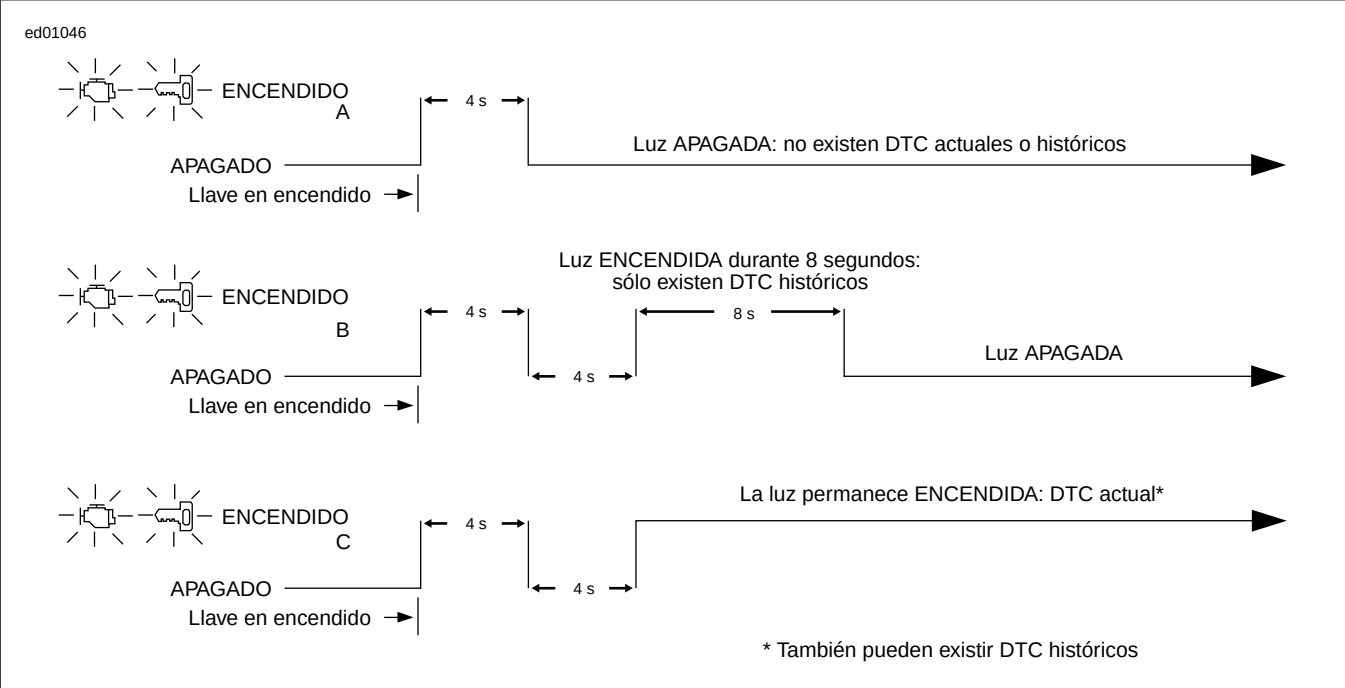

Figura E-7. Funcionamiento de la luz de seguridad
1. Vea Figura E-7. Cuando la luz se apaga después de estar iluminada durante los primeros 4 segundos, puede ocurrir uno de tres eventos: